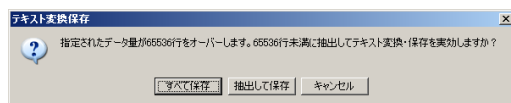
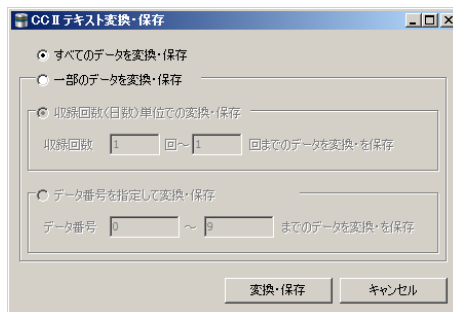

図 50. テキスト変換・保存の確認メッセージ2
図 51. テキストファイル変換画面
- ①25～26 ページに記した方法で、計測データの波形を表示します。
- ②ツールバーの『テキストファイル変換』ボタン  をクリックすると図 51 のような画面が表示されます。
- ③『収録回数単位での変換・保存』をチェックして、テキスト変換する収録回数を指定し、『変換』ボタンをクリックしてください。
- ④テキスト変換後の行数が 65536 行以上になる場合、前述のマウスによる操作と同様に、図 50 のようなメッセージが表示されます。この操作とテキスト変換の方法もマウスによる操作と同じですのでこれを参照してください。
- ⑤その後、Windows の保存ダイアログが表示されます。ここで保存先フォルダと保存ファイル名を指定して保存を実行してください。
- ①前述の方法で、テキストファイル変換画面(図 51)を開き、『データ番号を指定して変換・保存』をチェックして、テキスト変換するデータ番号を指定し、『変換』ボタンをクリックしてください。
- ②テキスト変換後の行数が 65536 行以上になる場合、前述のマウスによる操作と同様に、図 50 のようなメッセージが表示されます。この操作とテキスト変換の方法もマウスによる操作と同じですのでこれを参照してください。
- ③その後、Windows の保存ダイアログが表示されます。ここで保存先フォルダと保存ファイル名を指定して保存を実行してください。